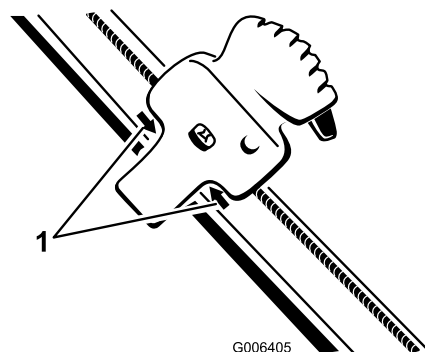

Figure 41
- Placez la commande Quick Shoot entre les 2 flèches situées sur le côté droit de la partie supérieure du guidon (Figure 41).